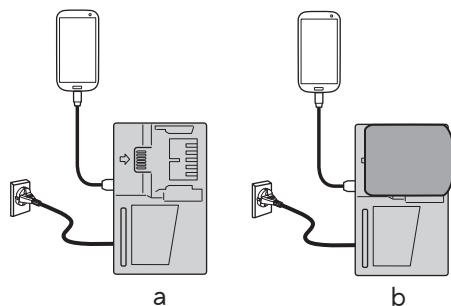

图 12
- 将 USB 设备插入插座进行充电（图 12-a）。
- 将 USB 设备和电池插入插座进行充电。（图 12-b）